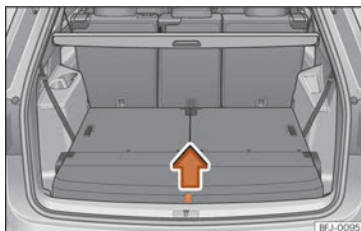

Abb. 161 Im Gepäckraum: Variabler Gepäckraumboden hochgeklappt.
- Gepäckraumboden an der Schlaufe »» Abb. 161 in Pfeilrichtung nach oben ziehen und herausnehmen.